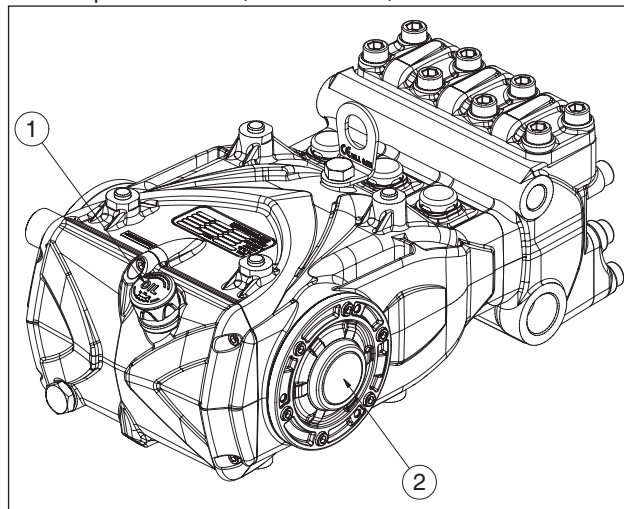

Рис. 13
- Масло в картере насоса находится на должном уровне при проверке его с помощью специального щупа (поз. ① Рис. 13) и, только в исключительных случаях, с помощью смотрового глазка (поз. ② Рис. 13).